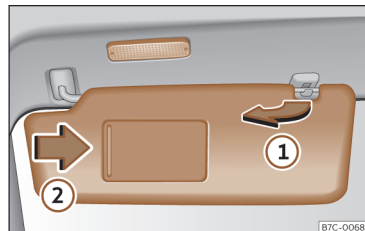

Fig. 85 Pare-soleil.
- Le pare-soleil peut être retiré du support et rabattu contre la portière >>> **fig. 85 ①**.